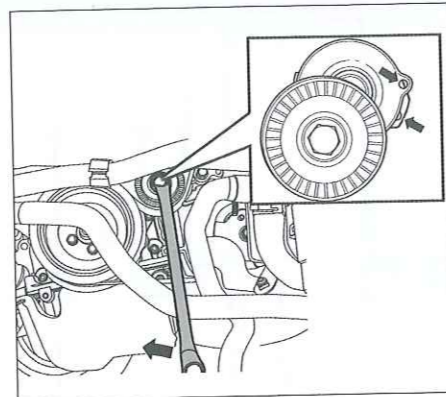

Fig. 1
- Marcar el sentido de marcha antes del desmontaje y respetarlo durante el montaje (Fig.1).